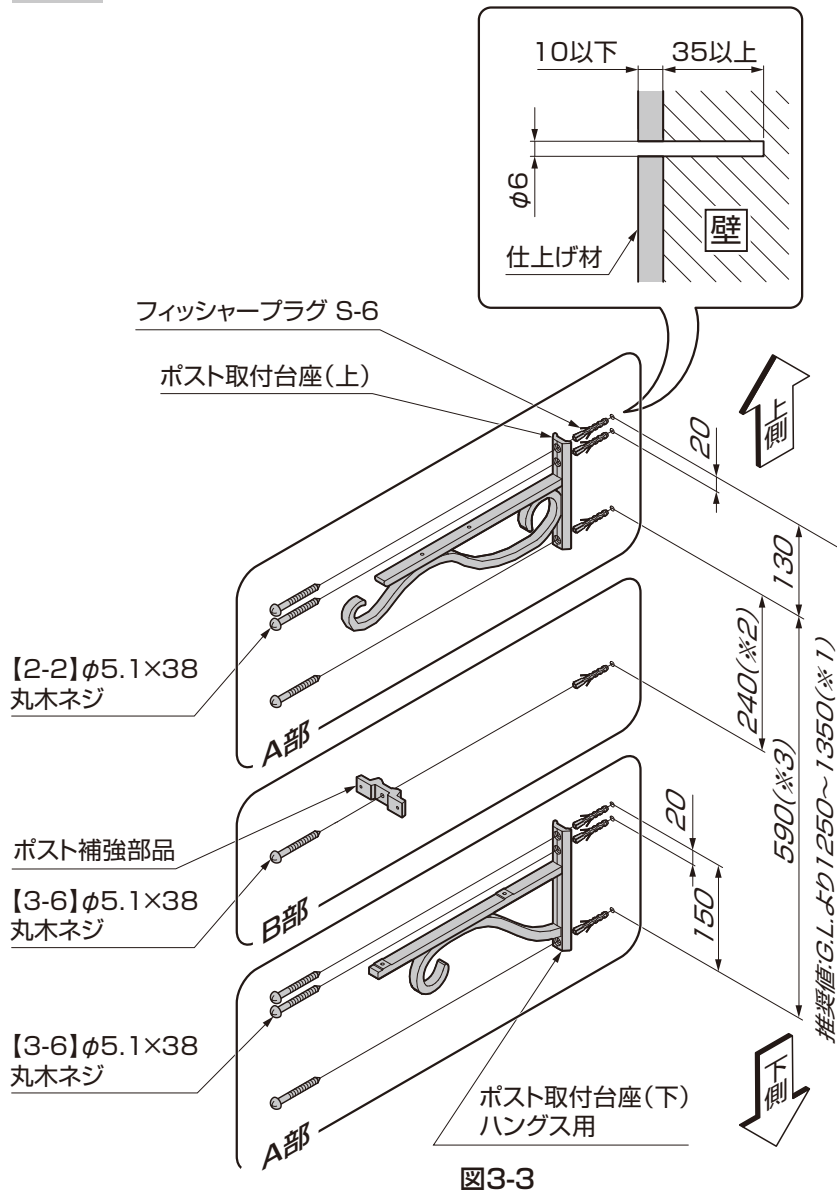

図3-3
- ① G.L.より1250~1350の位置(※1)に、ポスト取付台座(上)を【2-2】で取付けてください。(図3-3参照)
- ② ポスト取付台座(上)から240mmの位置(※2)に、ポスト補強部品を【3-6】で取付けてください。(図3-3参照)
- ③ ポスト取付台座(上)から590mmの位置(※3)に、ポスト取付台座(下)ハンクス用を【3-6】で取付けてください。(図3-3参照)